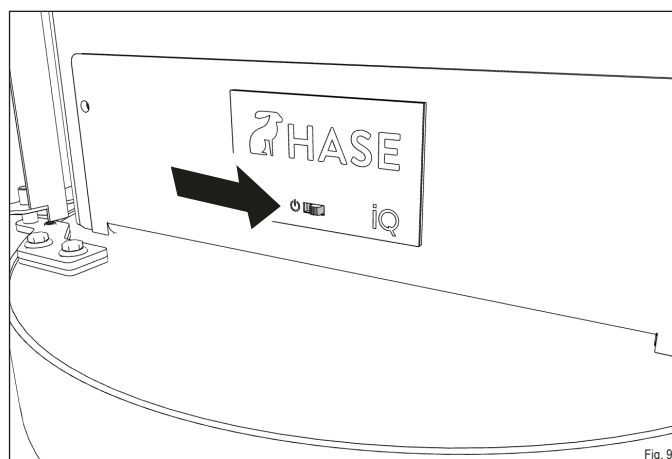

Fig. 9
- ▶ Placez l'interrupteur du panneau de commande sur « Marche » (Fig. 9). Lorsque le voyant de fonctionnement est bleu, la régulation est prête à être utilisée.